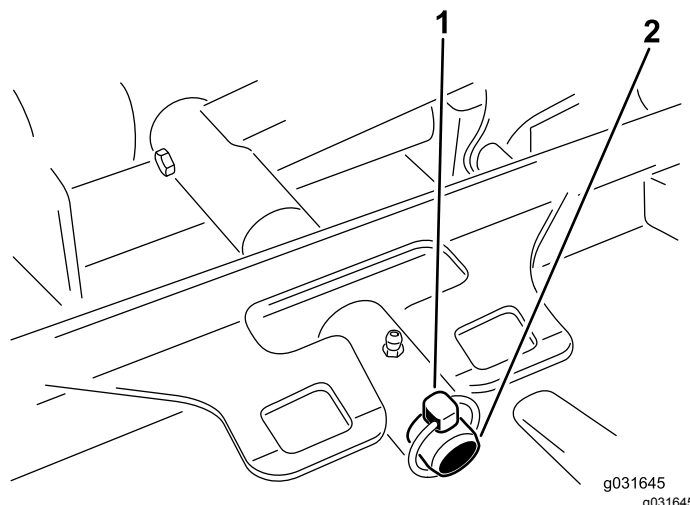

Bild 68
3. Entfernen Sie den Klappstecker oder die Befestigungsmutter, mit der der Mähwerkträgerahmen am Hubarm-Lagerbolzen befestigt ist (Bild 68).
3. Schieben Sie den Mähwerkträgerrahmen auf den Lagerbolzen des Hubarms und befestigen ihn mit dem Klappstecker oder der Befestigungsmutter (Bild 68).